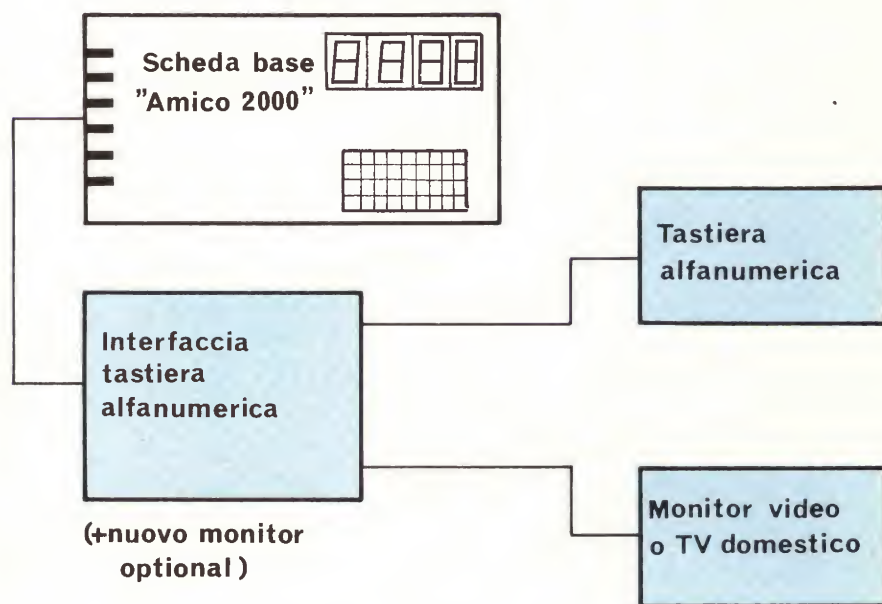

Fig. 1 - Schema a blocchi del sistema a microcomputer AMICO 2000 completo di interfaccia video, tastiera alfanumerica e video.
2) un'unità di visualizzazione TERMINALE VIDEO) grazie alla quale si potranno scrivere sullo schermo di un comunissimo apparecchio televisivo domestico i caratteri che si vogliono o direttamente da tastiera oppure in esecuzione di istruzioni di un programma da noi scritto nella memoria del micro. In questo modo l'AMICO 2000 avrà una periferica che permette di classificarlo nell'ambito dei computer (vedi schema di fig. 1). Con questa unità si possono scrivere, nel corso di un programma, istruzioni atte a far comparire sullo schermo intere righe come risultato di una certa elaborazione;